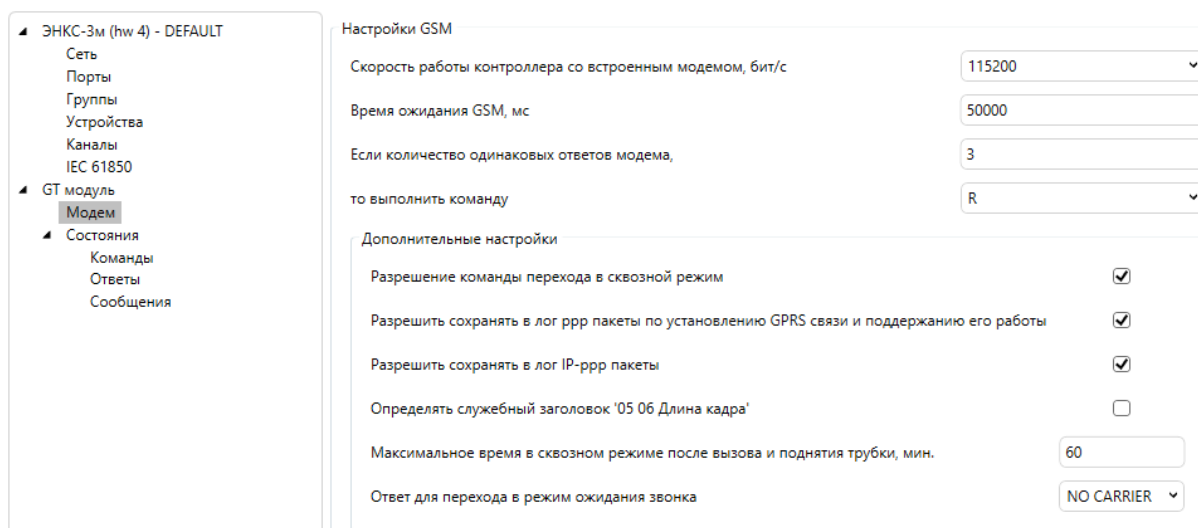

Рисунок 5.116. Настройки в меню «Модем»
Пример настроек в меню «Модем» представлен на рис. 5.116:
- «Если количество одинаковых ответов модема ..., то выполнить команду» – данная настройка осуществляет контроль состояния GT модуля (при настройках на рис. 5.116 основной контроллер пошлет команду R (reset) на GT модуль после получения 3 одинаковых ответов).